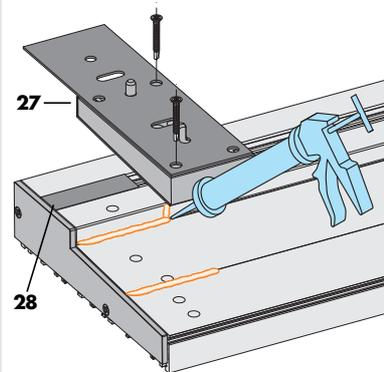
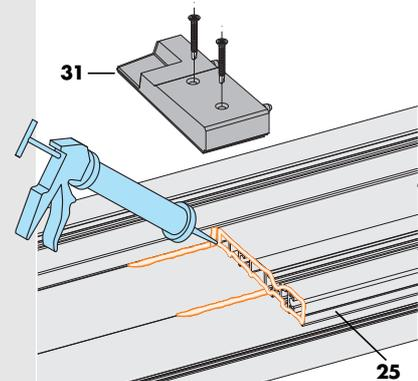

Abb. 1: Rahmeneckverbindung
Abb. 2: Aufsatzschiene und Dichtteil MP
- B** Eindichten von Dichtteil REV (27) an den Enden der Bodenschwelle:
- In Kehle an der Bodenschwelle geeignete dauerelastische Dichtmasse* aufbringen (Siehe Abb. 1 Rahmeneckverbindung).
- Dichtteil REV (27) mit den Zentrierzapfen in die Bohrungen der Bodenschwelle einführen.
- Dichtung REV (28) in die Kehle hinein drücken. Achtung Dichtung nicht beschädigen.
- C** Eindichten von Dichtteil MP links (31) in der Mitte der Bodenschwelle:
- An der Stirnseite der Aufsatzschiene ECO PASS S 117 (25) und in der Kehle an der Bodenschwelle geeignete dauerelastische Dichtmasse* aufbringen (Siehe Abb. 2 Aufsatzschiene und Dichtteil MP).
- Dichtteil MP links (31) mit den Zentrierzapfen in die Aufsatzschiene ECO PASS S 117 (25) hinein drücken und mit Schrauben befestigen. Dichtteil MP rechts (34) entsprechend eindichten.